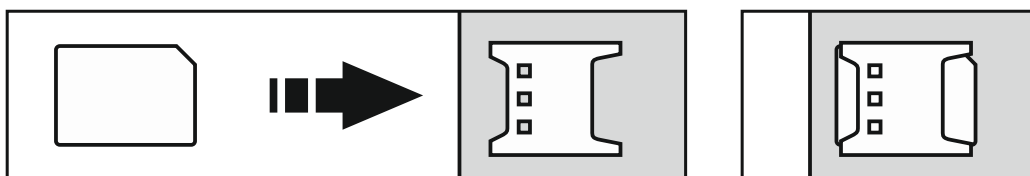

Рис. 8. Способ монтажа карты nano-SIM.
2. Установите в модуль карту / карты SIM (рис. 8).